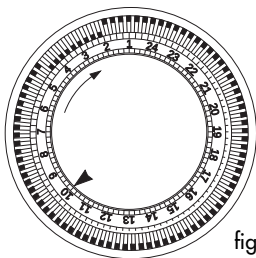

fig.5
- bieżącą godzinę. Jeśli jest np. godzina 10:00, przekręcać w kierunku zgodnym z ruchem wskazówek zegara ponumerowane pokrętkę programatora dopóki zaznaczona na nim cyfra 10 nie zrówna się z odpowiednią podziałką ▲ zaznaczoną na programatorze (rys.5).